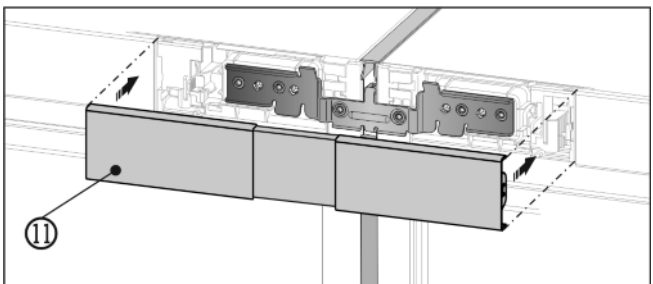

Fig. 15
- ▶ Встановіть верхню кришку Fig. 15 (11) на відкритий проміжок між обома панелями блоку керування. Зверніть увагу, щоб зовнішні боки кришки були з'єднані урівень з панелями блоку керування.